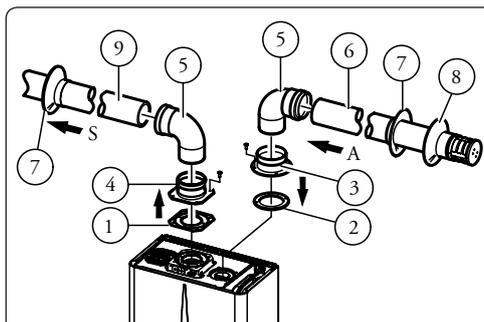

Fig. 1-23
• **Kit separatore Ø 80/80.** Montaggio kit (Fig. 1-23): installare la flangia (4) sul foro centrale della caldaia interponendo la guarnizione (1) e serrare con le viti a testa esagonale e punta piatta presenti nel kit. Togliere la flangia piatta presente nel foro laterale rispetto a quello centrale (a seconda delle esigenze) e sostituirla con la flangia (3) interponendo la guarnizione (2) già presente in caldaia e serrare con le viti autofilettanti con punta in dotazione. Innestare le curve (5) con lato maschio (liscio) nel lato femmina delle flange (3 e 4). Innestare il terminale di aspirazione (6) con lato maschio (liscio), nel lato femmina della curva (5) sino a portarlo in battuta, accertandosi di avere già inserito i relativi rosone interni ed esterni.